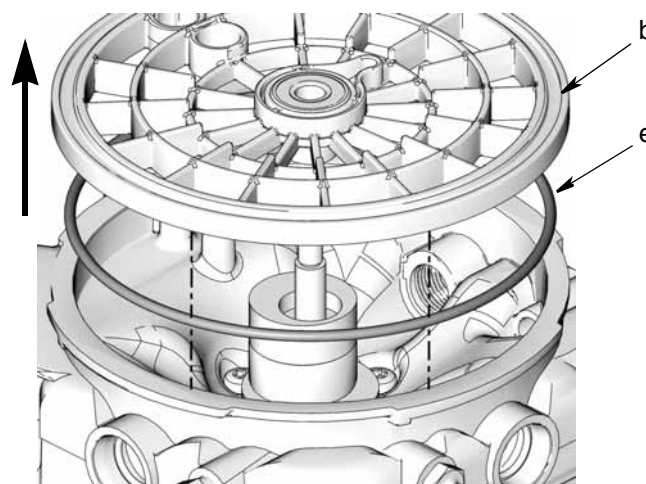

ABB. 6
4. Entfernen Sie den O-Ring (e), der sich unter der Pressplatte befindet (ABB. 6).